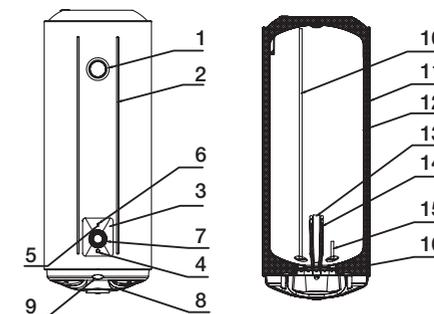

Рис. 1
1. Водонагреватели этой серии оснащены одним электрическим нагревательным элементом и могут работать в режиме полной или половинной мощности соответственно 1500 Вт или 750 Вт (водонагреватели емкостью 150 л в режиме мощности 2400 Вт или 1200 Вт). После подключения к источнику питания начнется нагрев в режиме 750 Вт (1200 Вт). Когда горит индикатор «Full power», значит включен режим полной мощности. Режим мощности регулируется нажатием кнопки «Р» (рис. 1, п.4), одновременно будет гореть лампочка нагрева (рис. 1, п.5) и индикатор полной мощности (рис. 1, п.6).
2. Режим половинной мощности выполняет нагрев в режиме энергосбережения; функция быстрого нагрева осуществляется в режиме полной мощности. С помощью ручки регулятора нагрева (рис. 1, п.7) установите требуемый уровень нагрева воды в диапазоне от min до max. Степень нагрева воды будет отображаться на шкале термометра (рис. 1, п.1). Режим «ECO» – экономичный режим, на шкале нагрева соответствует температуре 50-55 °С. Нагрев воды отключается автоматически и включается для подогрева автоматически.